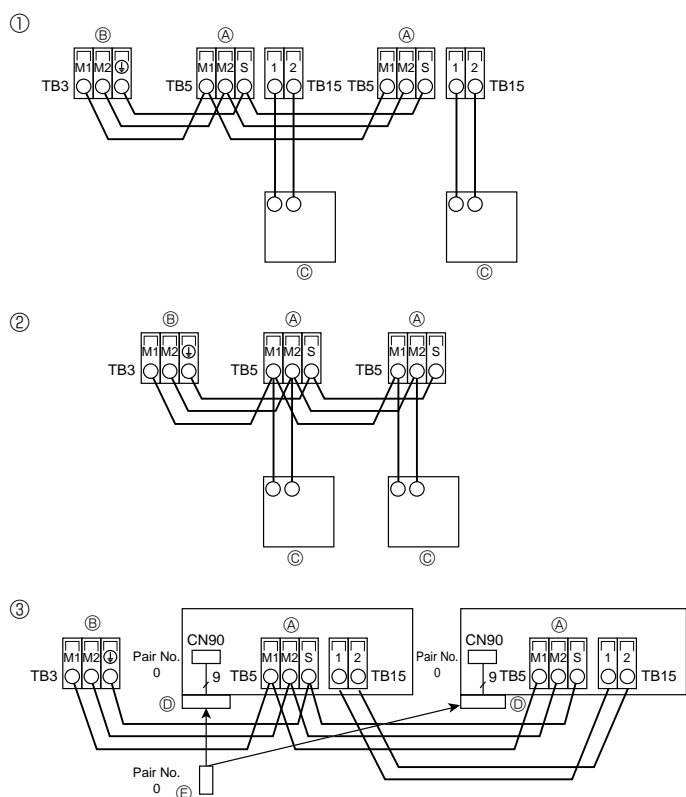

Fig. 6-3
6.4. De afstandsbediening en de transmissiekabels voor het binnen- en buitenapparaat aansluiten (Fig. 6-3)